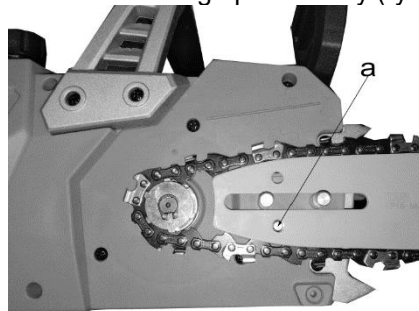

Rys. 3
- Zdejmij osłonę koła zębatego (rys. 3).